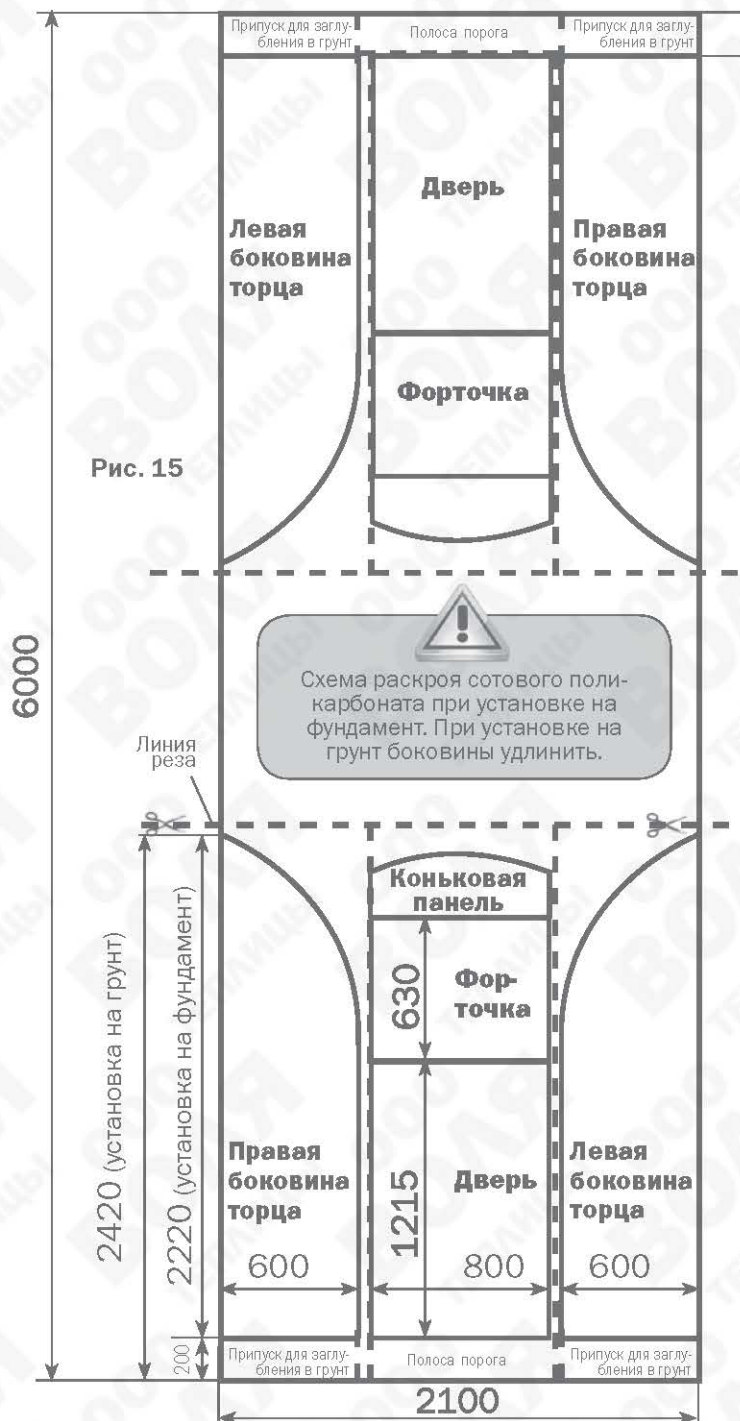

Рис. 15
СООТВЕТСТВИИ С РИС.15**
На **рис.15** дана схема раскроя для варианта установки теплицы на фундамент. Если теплица устанавливается на грунте, то нижние части боковин торца рекомендуется удлинить на 200 мм для соответствующего углубления поликарбоната в грунт. Такое углубление покрытия по периметру теплицы создает барьер для проникновения внутрь теплицы корней сорняков.
2. Отрежьте кусок поликарбоната (линия реза **рис.15**). Наложите вырезанный кусок покрытия на торец, строго совмещая наружную кромку покрытия по деталям **9-1, 9-2 (рис. 16)** и очертите по деталям **1, 4н и 4вк**. Вырежьте куски покрытия с припуском. Затем наложите собранные дверь и форточку на лист покрытия с добавлением на одну боковую кромку противоположную петлям навески 15 мм. Куски покрытия, находящиеся над форточкой, вырезаются по месту установки.